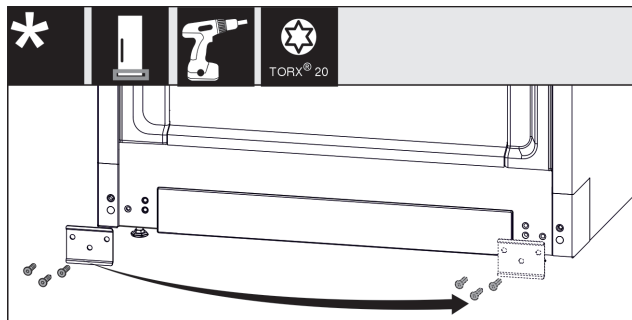

Fig. 12
- Desatornillar la chapa, colocarla en el otro lado y atornillarla de nuevo. Fig. 12 (1)